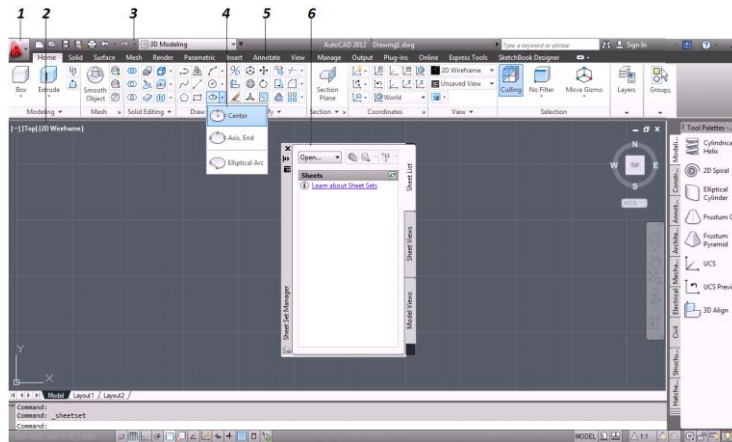

Figura 2.1. Secciones de la Interfaz de AutoCAD 2012
1. **Menú de búsqueda [*Browse Menu*]:** se muestran los comandos Nuevo [*New*], Abrir [*Open*], Guardar [*Save*], Exportar [*Export*], Publicar [*Publish*], Imprimir [*Print*], Ayudas del Dibujo [*Drawing Utilities*] Y Cerrar [*Close*] (*figura 2.1*).
2. **Etiquetas [*Label*]:** cuenta con tres etiquetas las cuales son: 1ª Configuración de las Ventanas de Visualización, 2ª Vistas que Indican la Proyección de la Ventana Vigente y la 3ª Representación que Ofrece la Vista Actual. Las tres etiquetas muestran sus diferentes opciones al dar clic en cada una de ellas (*figura 2.1*).
3. **Barra de Acceso Rápido [*Quick Access Toolbar*]:** muestra los *Iconos* de Nuevo, Abrir, Guardar, Imprimir, Deshacer, Rehacer, Espacio de Trabajo y permite personalizar las Barras de Herramientas y de Menús (*figura 2.1*).
4. **Submenú:** muestra más comandos de la opción seleccionada, esta opción se encuentra en los iconos que cuentan con una pequeña flecha de lado derecho, en la cual al dar clic sobre esta, se desplegar el submenú (*figura 2.1*).
5. **Cinta [*Ribbon*]:** muestra las barras de herramientas agrupadas por categorías (*figura 2.1*).
6. **Administrador del Conjunto de Planos [*Sheet Set Manager*]:** contiene los planos con representaciones [*Layers*] agregados anteriormente (*figura 2.1*).